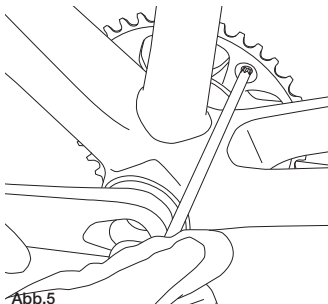

Abb.5
- Lösen Sie ausgehend von der Innenseite Ihres Fahrrads die vier Schrauben des Kettenrads mit einem Torx-Schlüssel 30 (**Abb. 5**).